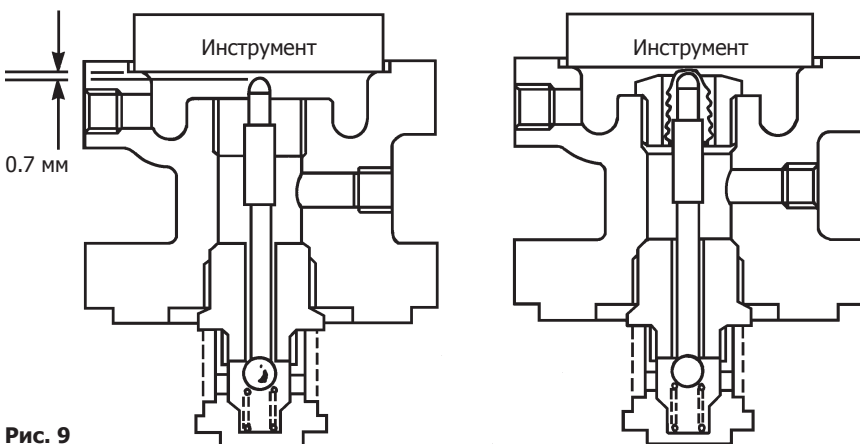

Рис. 9
2. Ослабьте стопорную гайку (2) и выкрутите регулировочный винт (1) для ослабления пружины.
3. Снимите 'С'-образную шайбу (3) и крышку (4).
4. Снимите пружину (6) и нажимную пластину (5).
5. Отдайте 4 болта М10 и снимите кожух (8), нижнюю пластину пружины (7) и диафрагмы (10).
7. Отдайте гайки (11) и снимите блок пилотного клапана (3). Убедитесь, что возвратная пружина плунжера главного клапана (21) находится на своем месте, т.е. сверху плунжера.
8. Используя ключ 27 мм открутите седло пилотного клапана в сборе (14), в которое входит сетка фильтра (14а), вытащите толкатель (13).
9. Выкрутите сильфон в сборе (12), используя ключ 24 мм. При необходимости замените сильфон в сборе.
10. При снятом сильфоне вкрутите новый пилотный клапан в сборе (14) и затяните усилием 115 Нм.
11. Вставьте толкатель (13), убедитесь в наличии зазора 0.7 мм между верхней кромкой толкателя и плоскостью, проведенной через посадочное место диафрагм. (см. рис. 9). Для замера используйте специально приготовленный инструмент.
13. Еще раз проверьте зазор между верхней кромкой сильфона и плоскостью, проведенной через посадочное место диафрагм. При нормальном положении сильфон не должен упираться в диафрагму. (см. рис. 9)
12. Теперь плунжер может быть поднят надавливанием на пластину (**24**). См. рис. 9. Используя нутромер, замерьте подъем плунжера, который должен соответствовать, указанному в нижеприведенной таблице.